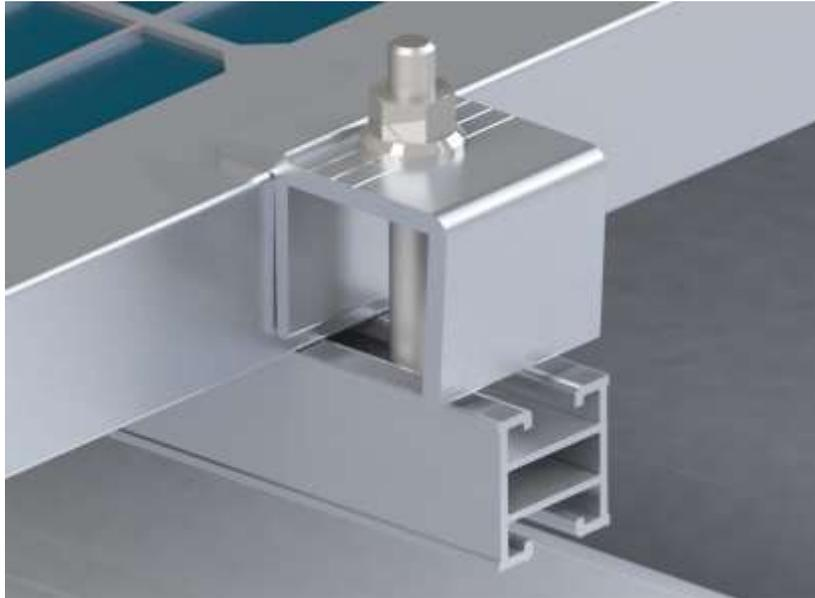

Figura 12 – Montagem da Fixação Final
3- Após a montagem do segundo módulo, fixar a fixação final, conforme a figura 12, utilizar parafuso martelo M8 x 60 – Inox e porca SX M8 flangeada serrilhada.
4.4 – Montar do último módulo, conforme Item 3 e Figura 12 da Instrução 5.